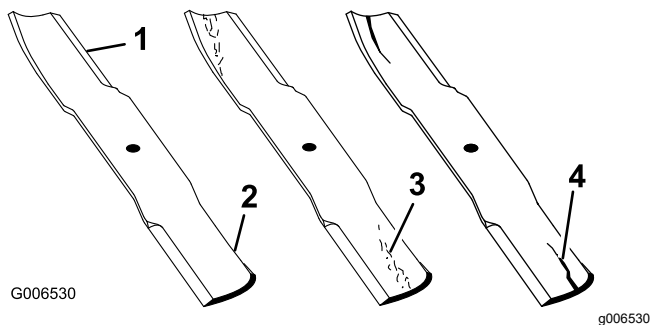

Figura 29
2. Examine cuidadosamente los extremos de corte de la cuchilla, sobre todo en el punto de reunión entre la parte plana y la parte curva de la cuchilla (Figura 29). Puesto que la arena y los materiales abrasivos pueden desgastar el metal que conecta las partes curva y plana de la cuchilla, compruebe la cuchilla antes de utilizar la máquina. Si se aprecia desgaste (Figura 29), cambie la cuchilla; consulte Cómo retirar e instalar la\(s\) cuchilla\(s\) (página 19).
Si se permite que la cuchilla se desgaste, se formará una hendidura entre la vela y la parte plana de la cuchilla (Figura 29). Con el tiempo, una parte de la cuchilla podría desprenderse y salir lanzada desde debajo de la carcasa, posiblemente causando lesiones graves a usted o a otra persona.